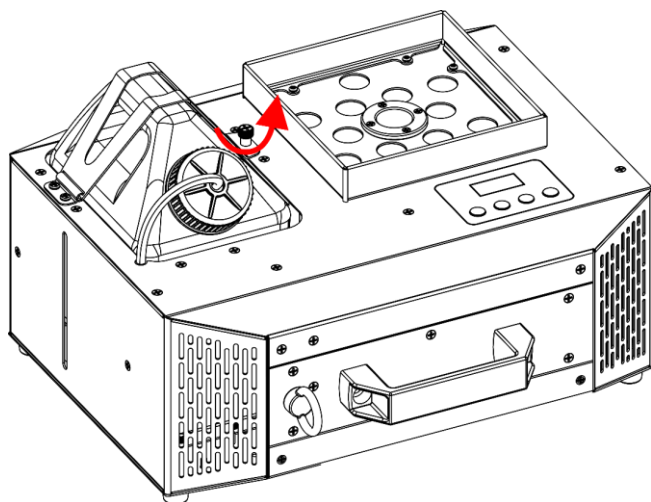

Fig. 28
- 02) Svitare la **vite di sicurezza per la staffa del serbatoio (04)**, come mostrato nella Fig. 28.